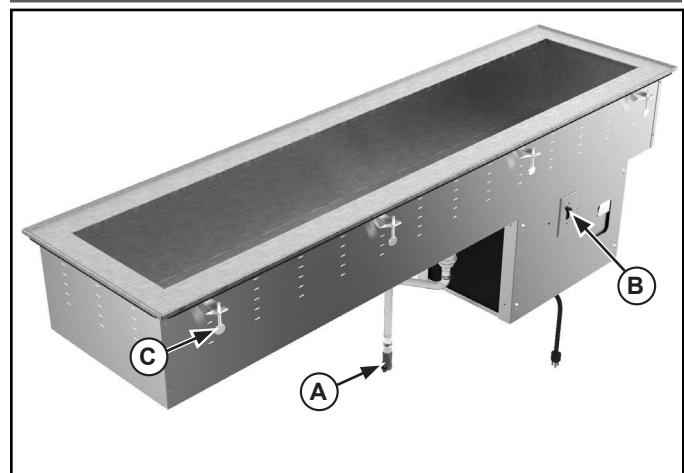

Figura 1. Características y controles.
5. Apriete lentamente los tornillos de mano (C) y en un patrón alternante para comprimir uniformemente la junta. Consulte la Figura 1. La junta debe crear un espacio uniforme entre el receptáculo y la superficie de montaje.
1. Verifique que la válvula de drenaje (A) esté en la posición CERRADA para impedir que se drene el agua. Consulte la Figura 1. La válvula está en dicha posición cuando el mango de la misma forma una "T" con el cuerpo de la válvula.
3. Gire el interruptor de suministro (B) hasta la posición de encendido "ON". Esta unidad no tiene un valor de temperatura ajustable. Deje que la unidad funcione durante aproximadamente 30 minutos. Para obtener el mejor rendimiento al usar hielo con esta unidad, déjela funcionar durante aproximadamente 2 horas antes de agregar el hielo. Ello ayudará a mantener el hielo sólido.